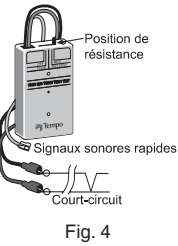

Fig. 4
- Connectez les fils de l'appareil de vérification 100B à la paire tel qu'indiqué à la Figure 4.